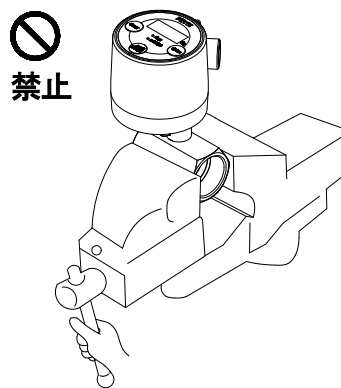

図 11
- バルブを万力等ではさまないでください。バルブを変形・破損させ、外部漏れや作動不良の原因となります。(図 11)